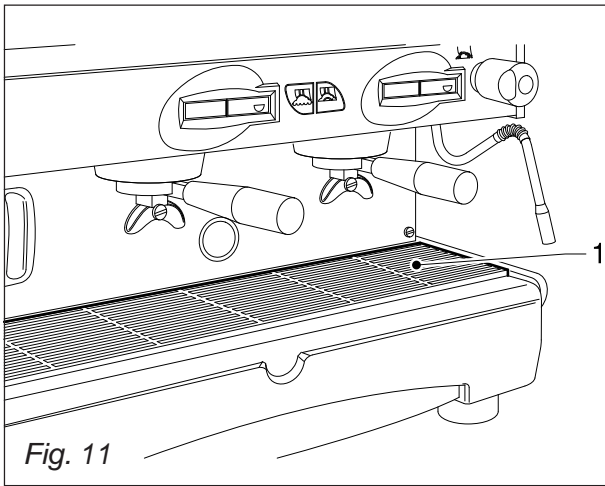

Fig. 11
- Enlever les grilles d'appui des tasses 1 (Fig. 11), retirer la cuvette d'eau d'évacuation qui se trouve en dessous et les nettoyer.